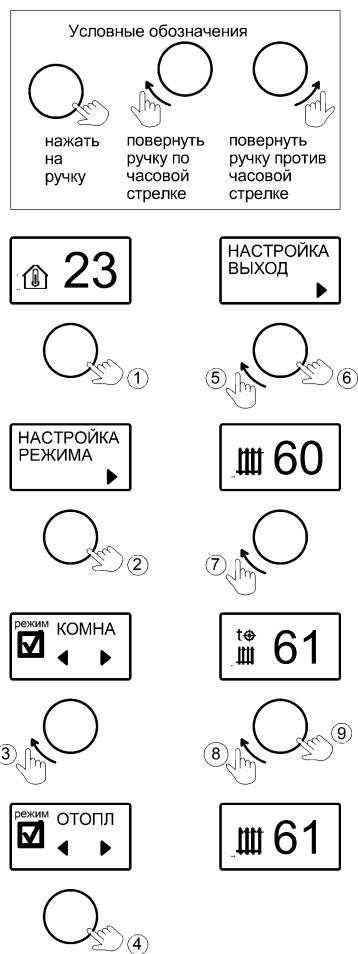

Рисунок 4. Выбор и настройка температуры режима «ОТОПЛЕНИЕ»
**9.1 «ОТОПЛЕНИЕ»** – режим поддержания температуры теплоносителя. Датчики температуры воздуха в алгоритме не участвуют. Заводская настройка температуры теплоносителя **70°C**. Активация режима и настройка температуры показана на рис.4. Температуру можно задать в диапазоне от +8°C до +85°C.
**10.1** Во вкладке «РЕЖИМ РАБОТЫ», выбирается основной режим работы котла («ОТОПЛЕНИЕ», «КОМНАТНЫЙ», «УЛИЧНЫЙ») - см. рис. 4, рис.5, рис.6.